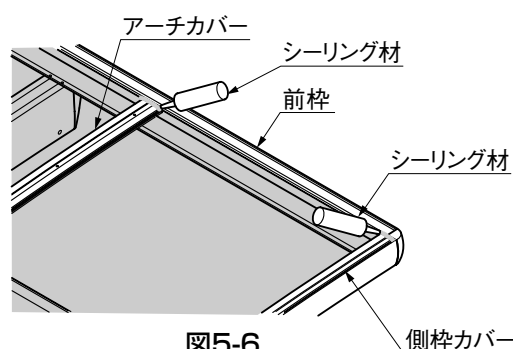

図5-6
- ② 前枠とアーチカバーの間と前枠と側枠カバーの間にシーリング材を充てんしてください。(図5-6参照)
- 指定の箇所にシーリングしてください。(図5-6参照)